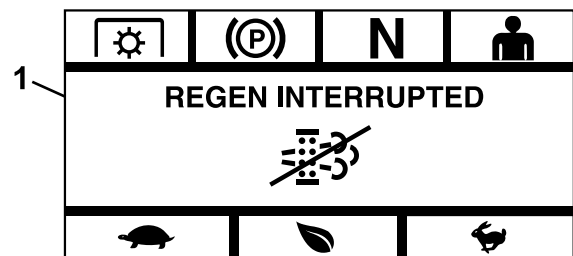

Figure 18
- **Interrupted** (interrompu) – si vous interrompez le processus, le module affiche l'écran Regen Interrupted (régén. interrompue) (Figure 18).